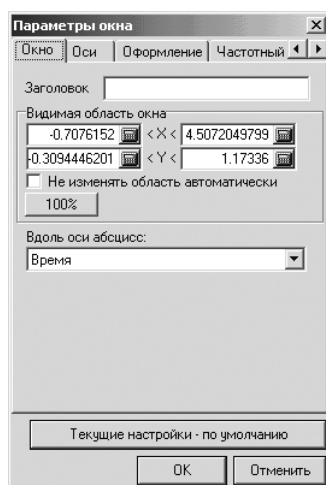

Рис. 1.127. Диалоговое окно **Параметры окна**
- щелкните в контекстном меню по пункту **Параметры окна**. Появится диалоговое окно **Параметры окна**, показанное на рис. 1.127;